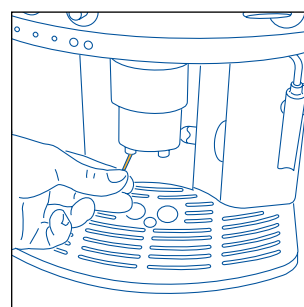

Fig.28
- De vez em quando, certifique-se de que os orifícios do ejector através do qual sai o café não estão obstruídos. Para os abrir, raspe com uma agulha o depósito de café seco acumulado (fig. 28).